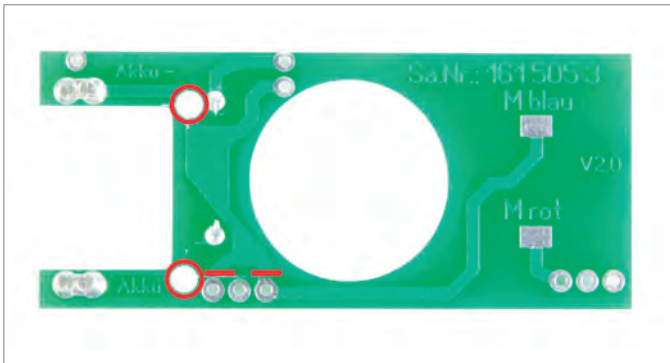

Abb. 30: Leiterbahnen durchtrennen auf Universalplatine, Akkus gesteckt
- ▶ Durchtrennen Sie auf der Oberseite der Universalplatine zwei der Leiterbahnen mit einem Bastelmesser entsprechend Abb. 30.
- ▶ Durchbohren Sie auf der Unterseite der Universalplatine die Leiterbahnen mit einem Bohrer oder Stabfräser entsprechend Abb. 30.